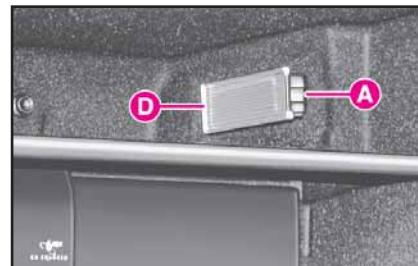

fig. 36
**1)** quite el transparente haciendo palanca con el destornillador en el muelle A (fig. 36);
**5)** vuelva a montar el transparente, introduciendo primero el lado D (fig. 36) luego presione el otro lado hasta que el muelle A quede enganchado.